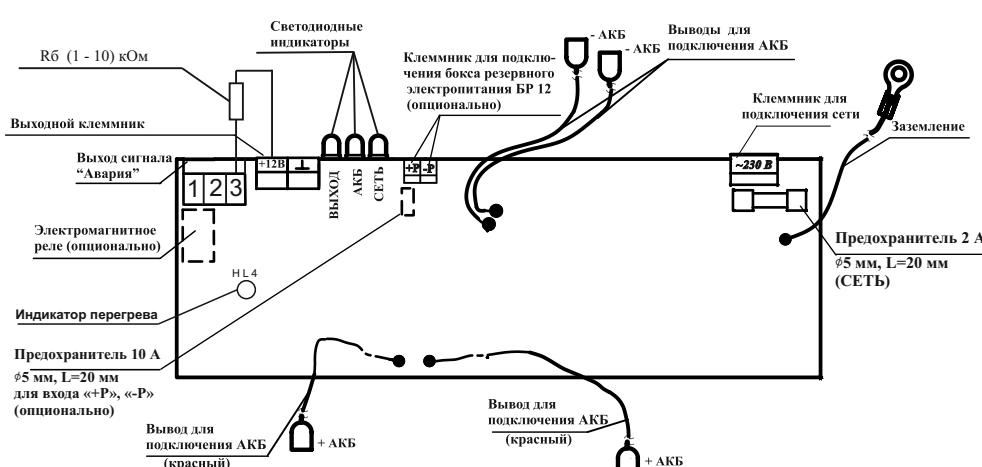

Рисунок 1 – Плата источника
- 6.3 Подключение источника (см. рисунок 1) производить в следующей последовательности: